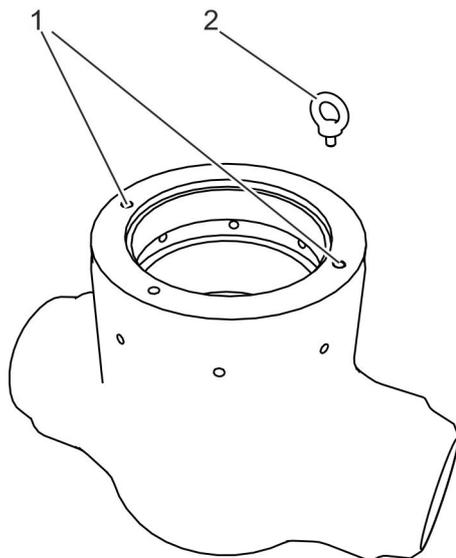

Abb. 5: Ringschrauben am Gehäuse befestigen
1. ➤ Mitgelieferte Ringschrauben (Abb. 5/2) in die Gewindeöffnungen (Abb. 5/1) des Gehäuses einschrauben.
2. ➤ Sicherstellen, dass Gewinde der Ringschrauben (Abb. 5/2) vollständig in das Gehäuse eingeschraubt ist.
3. ➤ Ringmuttern (Abb. 5/2) mit geeigneten Anschlagmitteln am Hebezeug befestigen.